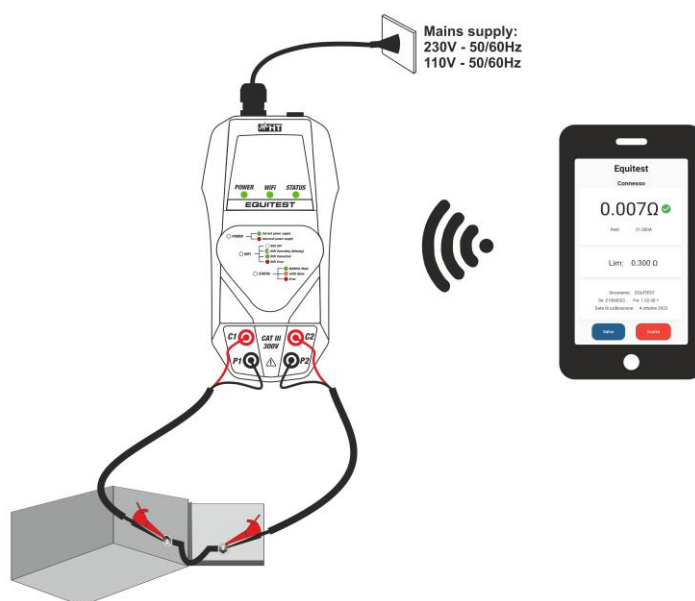

Fig. 4 Uso dello strumento con HT Equitest APP
5. Collegare i due cavi neri del set di cavi **C7000** alle boccole di ingresso **P1** e **P2** e i due cavi rossi alle boccole di ingresso **C1** e **C2** (vedere Fig.4)
6. Collegare i terminali a coccodrillo del set di cavi **C7000** alle estremità dell'oggetto in prova (vedere Fig.4)
7. Toccare il tasto **"Misurazione"** all'interno dell'APP per attivare la prova in **modo Manuale** oppure semplicemente spostando i terminali di prova in caso di selezione **modo Automatico**. Lo strumento fornisce la corrente di prova >10A AC e il risultato di misura è mostrato all'interno dell'APP (vedere Fig.4) con indicazione **"✓"** in caso di test passato o **"!"** in caso di test fallito